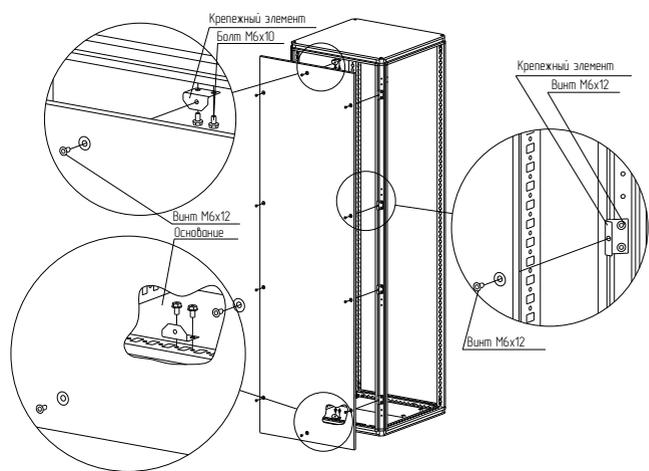

Рисунок 25
4.13.2 Закрепить восемь крепежных элементов на стойках каркаса (рисунок 25). Для крепления использовать винты М6х12. Момент затяжки – 7 Н·м.